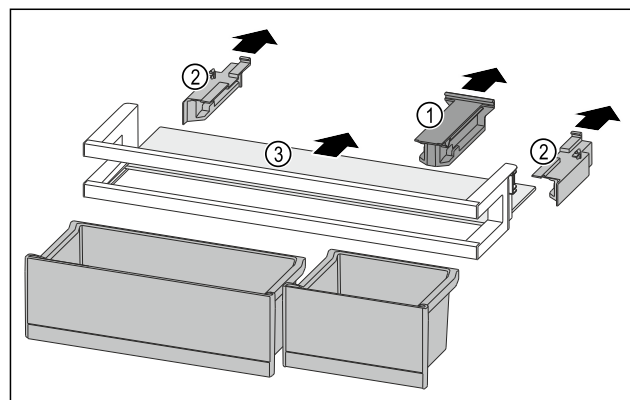

Fig. 131
- ▶ Retirer la pièce de retenue Fig. 131 (1).
- ▶ Retirer les parties latérales Fig. 131 (2).
- ▶ Retirer la tablette de rangement Fig. 131 (3).